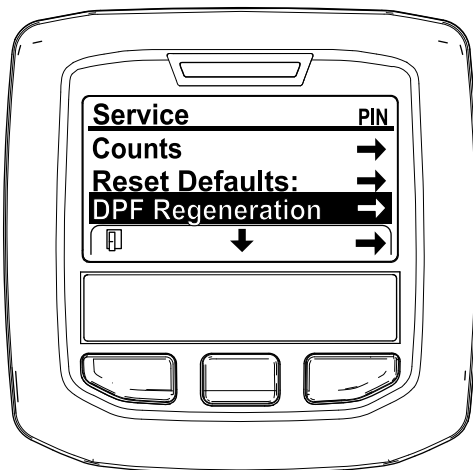

Figura 50
- En el menú SERVICE (Servicio), pulse el botón del medio hasta que aparezcan las opciones de DPF REGENERATION (Regeneración de DPF) y pulse el botón derecho para seleccionar la opción DPF REGENERATION (Regeneración de DPF) (Figura 50).